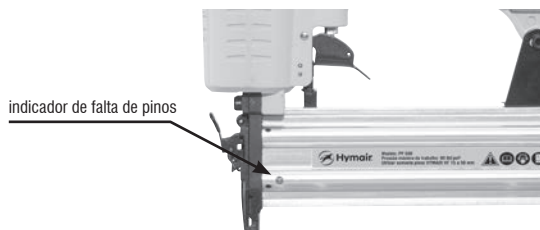

Fig. 7 – Indicador de falta de pinos
Quando aparecer a cor vermelha no lugar indicado, Fig.7, significa que os pinos estão acabando. Para abastecer o pinador proceda conforme item 5.1 deste manual;